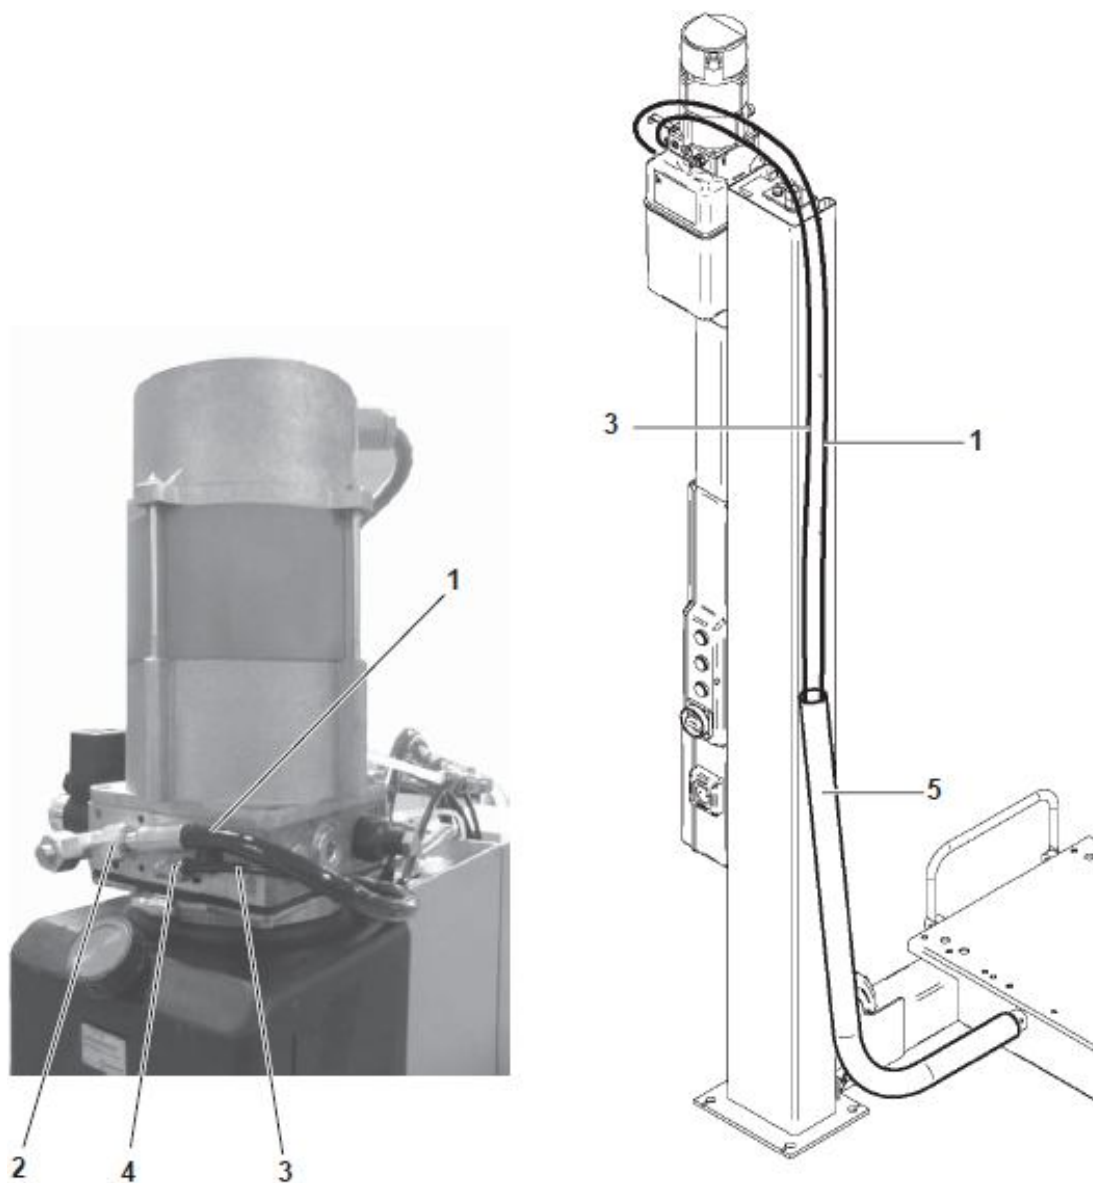

Рисунок 12
5.7 Подсоединение гидравлической системы (см. рис. 12).